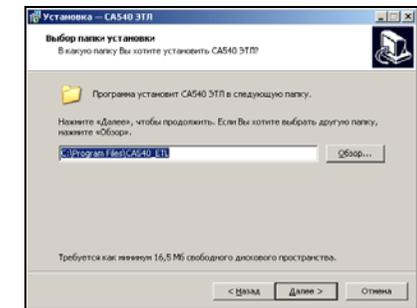

Рисунок 8.2
2) Определить место размещения ПО, для чего в окне (рисунок 8.2) следует либо согласиться с предлагаемой по умолчанию папкой C:\Program Files\CA540_ETL, либо выбрать другой вариант, щелкнув по кнопке **Обзор**. Для продолжения выполнения установки программы щелкнуть по кнопке **Далее**.